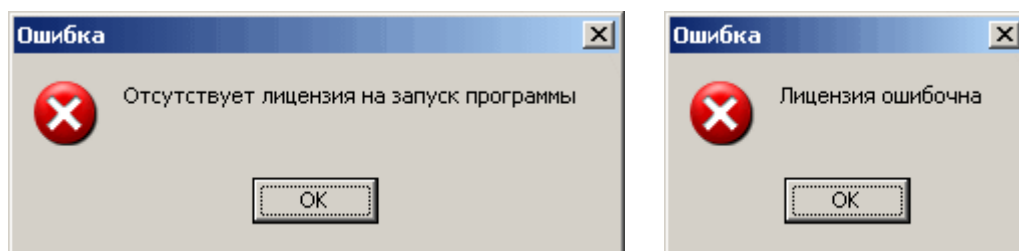

Рис. 1. Сообщения при отсутствии лицензии или некорректной лицензии.
Комплекс программ ГИС Лайт обязательно должен быть зарегистрирован на компьютере пользователя непосредственно сразу после установки до первого запуска программ. Без регистрации его работа невозможна. При попытке запуска любой нелицензированной копии программ комплекса будут возникать следующие сообщения (см. Рис.1)
- Если в окно «Лицензия» ввести ошибочный код неправильной длины, программа лицензирования выдаст сообщение "лицензия ошибочна" (см. рис.1). Если будет введен ошибочный код, у которого длина совпадет с длиной правильного кода, программа лицензирования никакого сообщения не выдаст. Однако, при попытке запуска лицензируемых программ, сообщение об ошибочной лицензии будет выдано этими программами.